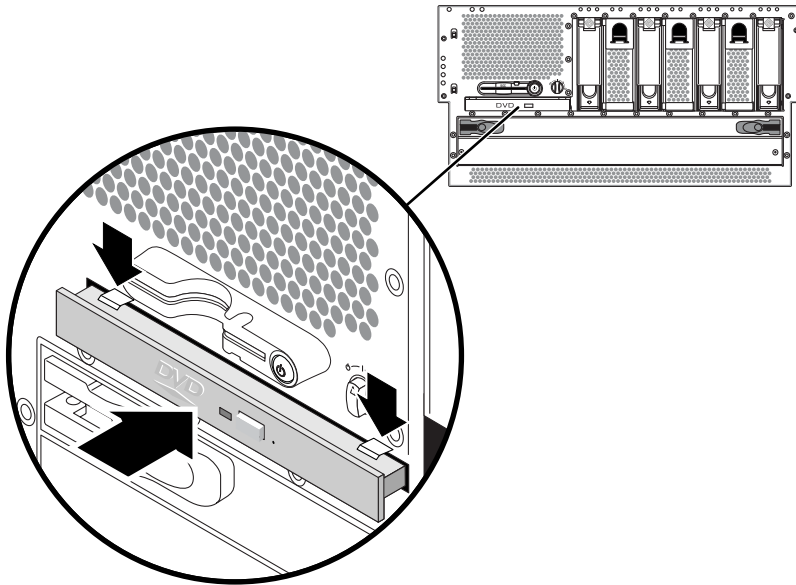

图 A-2 安装 DVD 驱动器
5. 将 DVD 驱动器滑入系统中，直到两个 DVD 驱动器锁定卡舌发出“咔哒”声，表明卡入到位（图 A-2）。